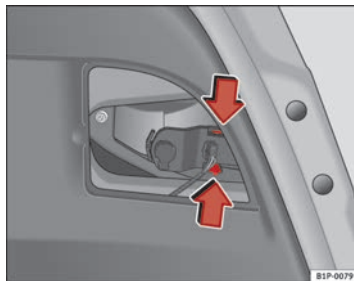

Fig. 172 Desmontaje del portalámparas
- Saque el portalámparas presionando las patillas de sujeción y extráigalo hacia afuera ⇒ fig. 172.